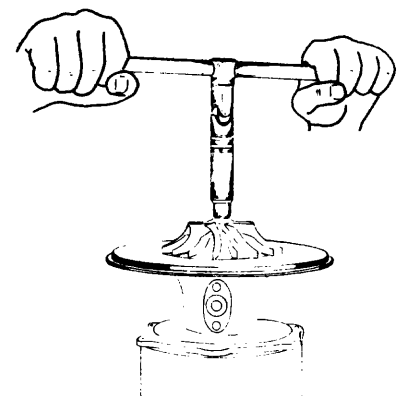

Fig. 2
- b Retire la tuerca (fig. 2).